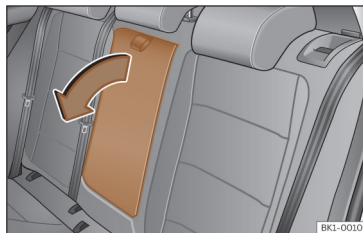

Fig. 104 Apoio de braços central traseiro rebatível (representação esquemática).
- Para *baixar* o apoio de braços, puxe o laço no sentido da seta >>> **Fig. 104.**